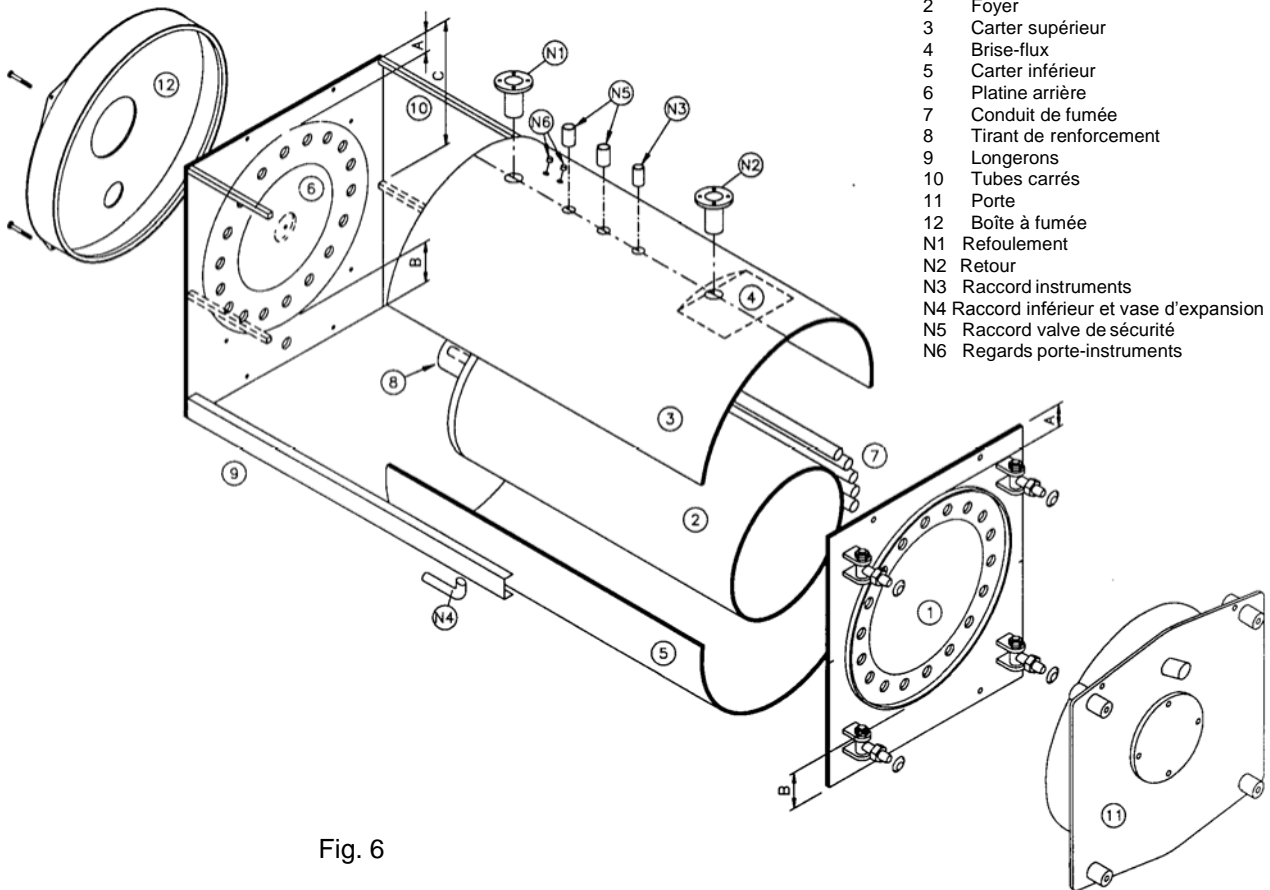

Fig. 6
4.1 MONTAGE CHAUDIERE REX K/REX K F (Fig. 6 et 7)